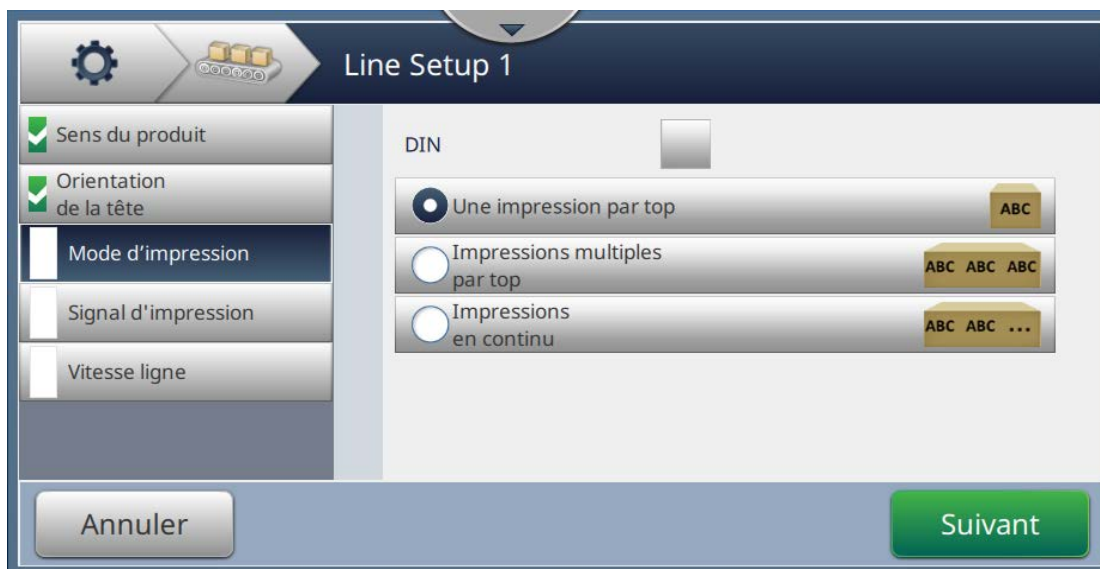

Figure 6-31 : Configuration de ligne - Mode d'impression
1. Appuyez sur l'option *Mode d'impression* dans l'écran Paramètres de configuration de ligne comme illustré dans Figure 6-31.
1. Sélectionnez l'option *Multiple* comme illustré dans la Figure 6-31. Appuyez sur le bouton
1. Sélectionnez l'option *Fonctionnement continu* comme illustré dans la Figure 6-31, page 6-55.